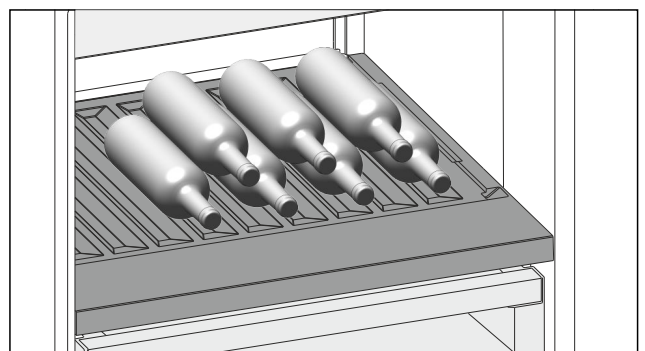

Fig. 146 Immagine a titolo di esempio
- Inserire le bottiglie con il fondo rivolto verso la parte posteriore. (vedere Fig. 146)